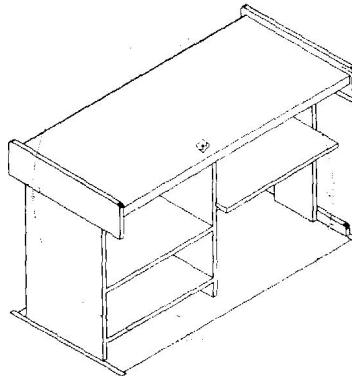

图 1.8 显示动态观察器
- (4) 单击视窗上方的 按钮，显示动态观察器，如图 1.8 所示。